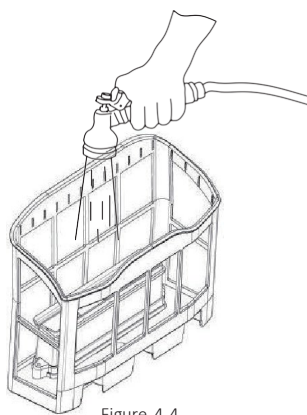

Figure 4-4
4.3.3 Nettoyer le panier filtrant en utilisant de l'eau propre à l'aide d'un jet d'eau (Figure 4-4).